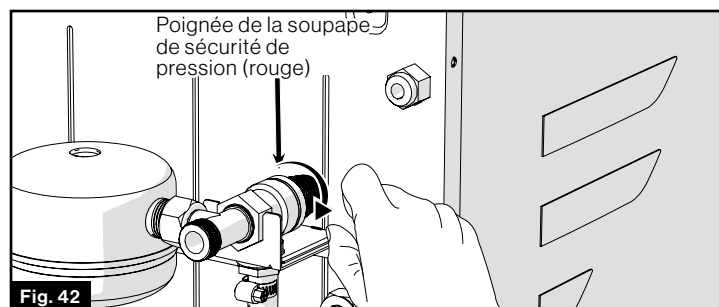

Fig. 42
- À l'arrière du chauffe-eau. Tournez la manette de la soupape de sécurité de surpression (rouge) environ 3 - 5 fois dans le sens antihoraire. (Fig. 42)